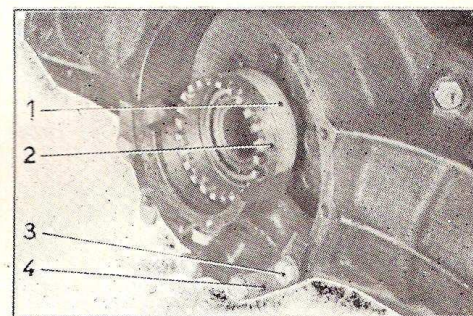

Fig. BV 7.
Fig. BV 7 bis.
pondre les encoches de la bague avec les doigts d'armement (fig. BV 7).
— la cage extérieure du roulement (1, fig. BV 7) côté droit ; visser provisoirement l'écrou (2) ;